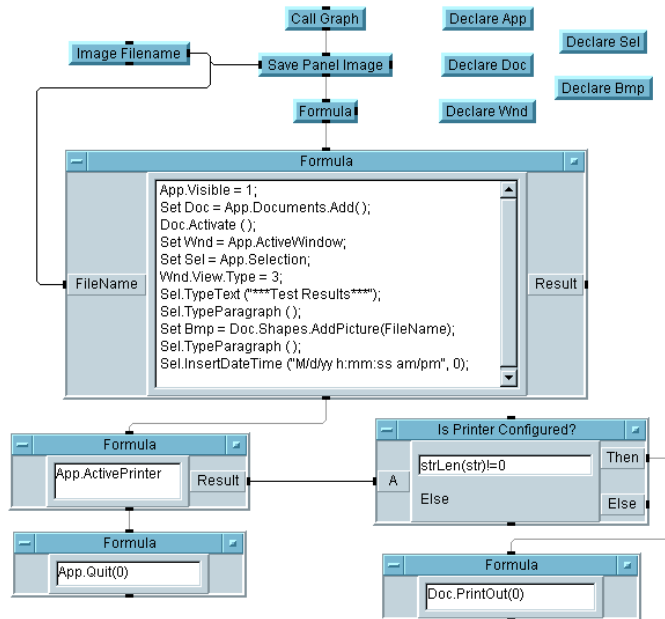

図 6-17. MS Word 内のレポート用の完成プログラム
8. さらに 3 つの Formula オブジェクトと 1 つの If/Then/Else オブジェクトを追加し、図 6-17 のように設定し、相互に接続します。